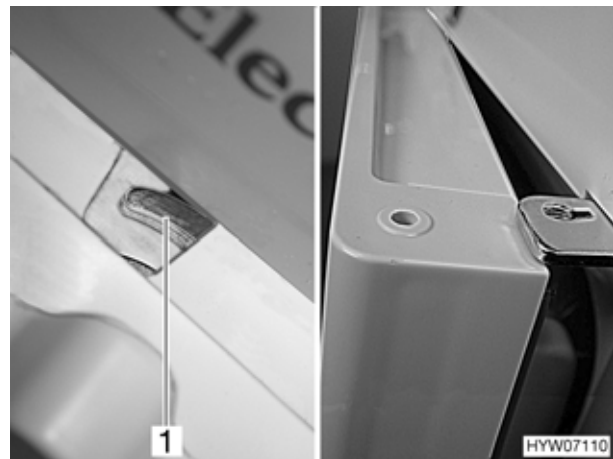

Fig. 91 Porta del frigorifero in posizione di aerazione
- Bloccare la porta del frigorifero con l'ausilio dell'arresto della porta (Fig. 91,1). In questo modo la porta rimane ferma in posizione socchiusa (Fig. 91).